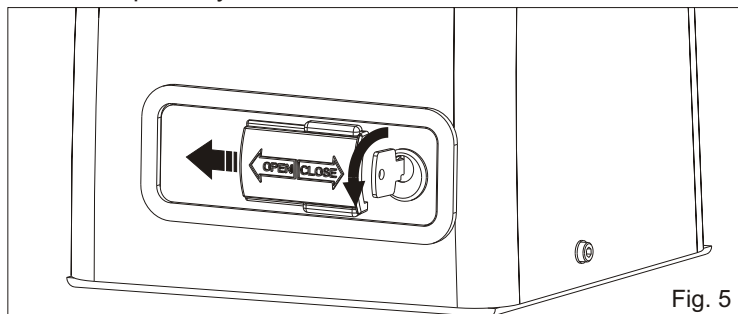

Fig. 5
- Insertar la llave y girarla para abrir la portilla que protege la leva de desbloqueo (Fig. 5).